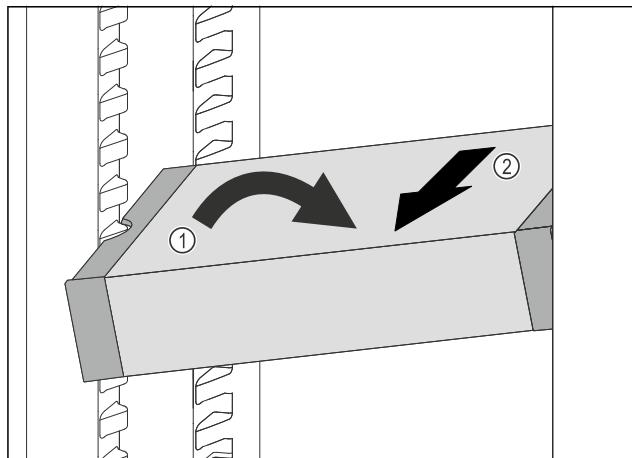

Fig. 83
- Расположите VarioSafe в холодильном отделении под наклоном. *Fig. 83 (1)*
- Извлеките VarioSafe движением вперед. *Fig. 83 (2)*